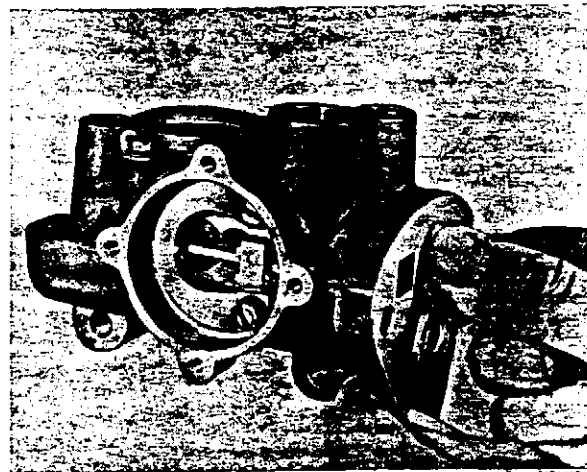

Abb. 41 Prüfen der Reguliervorrichtung
3. Ventile (2 und 12), Abb. 48, am Ventilarm (3) anbringen und die Einheit in das Gehäuse einbauen, siehe Abb. 32. Feder (4), Bügel (11), Scheiben sowie Schrauben (10) einbauen. Schrauben mit einem Moment von 0,3—0,4 mkg anziehen. Die Funktion durch Pressen des Regulierkolbens hin und her (Abb. 41) prüfen, wobei die Ventile öffnen bzw. schließen sollen. In Normalstellung soll das Ventil, das dem Flansch am nächsten liegt, offen und das andere Ventil geschlossen